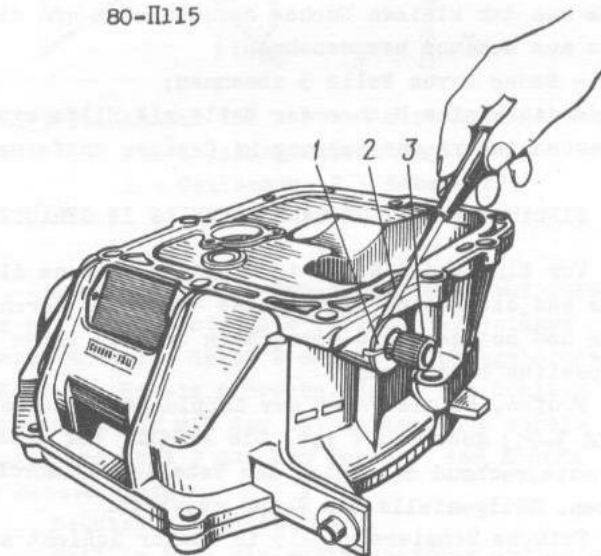

Bild 3-18. Ausbau der großen Buchse der Kupplungsausrückwelle:
- mit Hilfe von Schraubenzieher 2 (Bild 3-18) die große Buchse 1 aus Bohrung im Gehäuse austreiben und diese von Welle 3 abziehen;